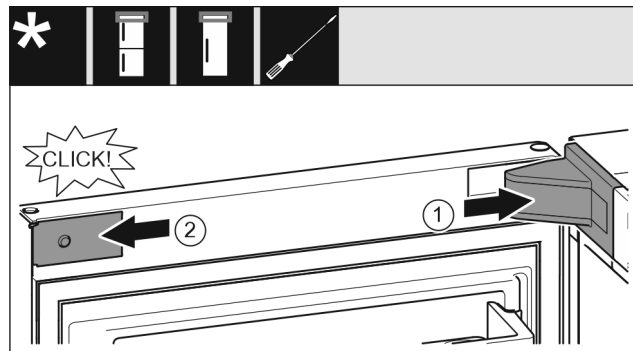

Fig. 21
- ▶ Applicare e innestare la copertura del blocco di supporto Fig. 21 (1), eventualmente staccarle l'una dall'altra con cautela.
- ▶ Applicare la maschera Fig. 21 (2) sui lati e innestarla.